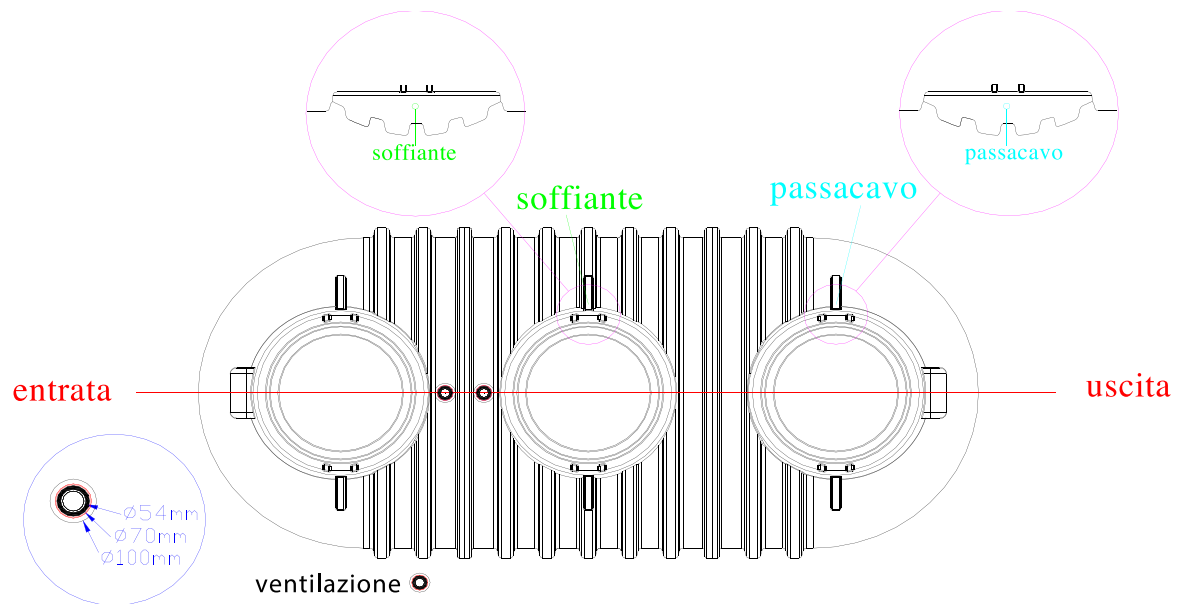

Fig.2 – Posizionamento collegamenti biogas-ventilazione, soffiante
5.2. Collegamento uscite biogas (ventilazione) (Fig.2)
- il collegamento deve essere effettuato utilizzando fascette di acciaio inox e tubo tipo rinforzato in gomma da $\frac{3}{4}$ " (19mm) o superiore, proteggendolo da schiacciamento e strozzature. Il collegamento al depuratore avverrà in corrispondenza del raccordo identificato dalla targhetta o scritta "soffiante" (Fig.2).